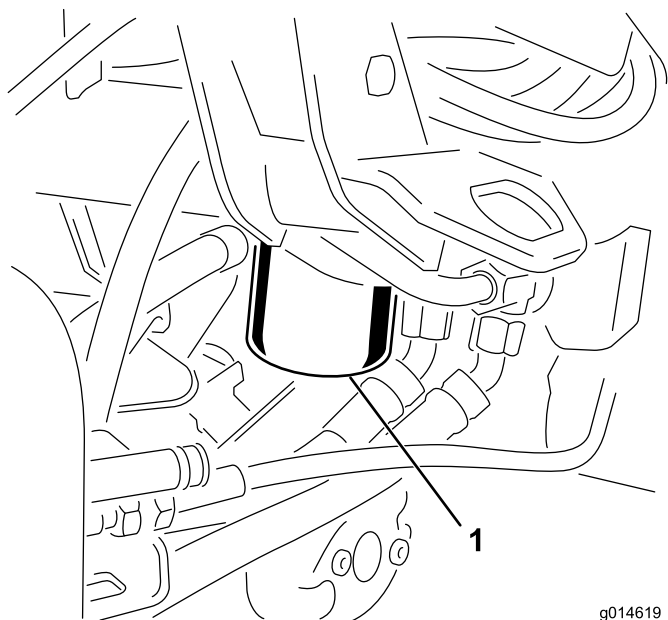

図 45
1. フィルタ容器の周辺をウェスできれいにぬぐう図 45。フィルタの下に廃油受けを置いてフィルタを外す。